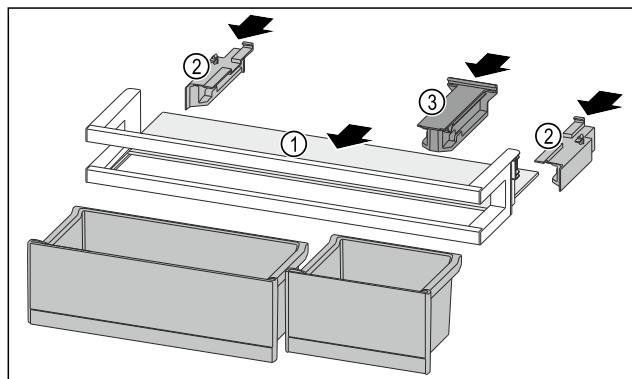

Fig. 135
- 将搁板 Fig. 135 (1)推入侧面凹槽。
- 插入侧面部分 Fig. 135 (2)。
- 插入定位件 Fig. 135 (3)。